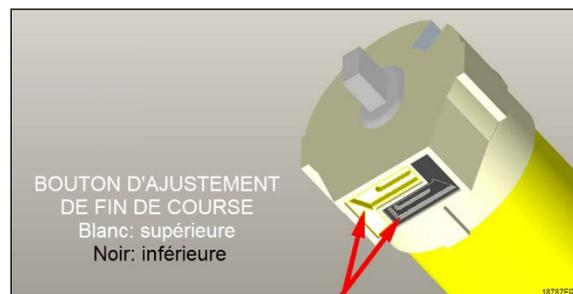

FIGURE 44: BOUTONS D'AJUSTEMENT DE FIN DE COURSE
7. Lorsque la fin de course est ajustée de manière satisfaisante, appuyer de nouveau sur le bouton correspondant avec un petit tournevis. Relâcher lors du « click » (Figure 44).